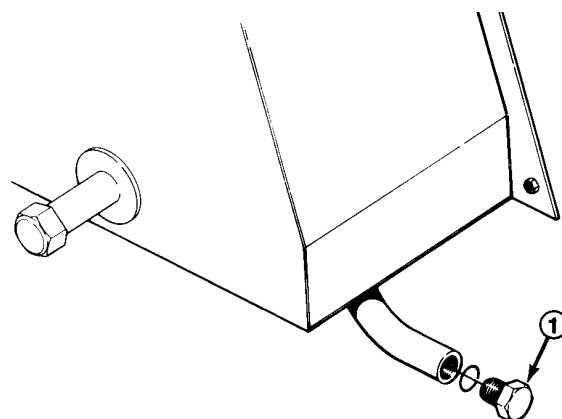

Fig. 34
1. Fjern aftapningsproppen (Fig. 34) fra beholderen og lad olien løbe ned i en aftapningsbeholder. Stram proppen, når al hydraulikolien er løbet ud.